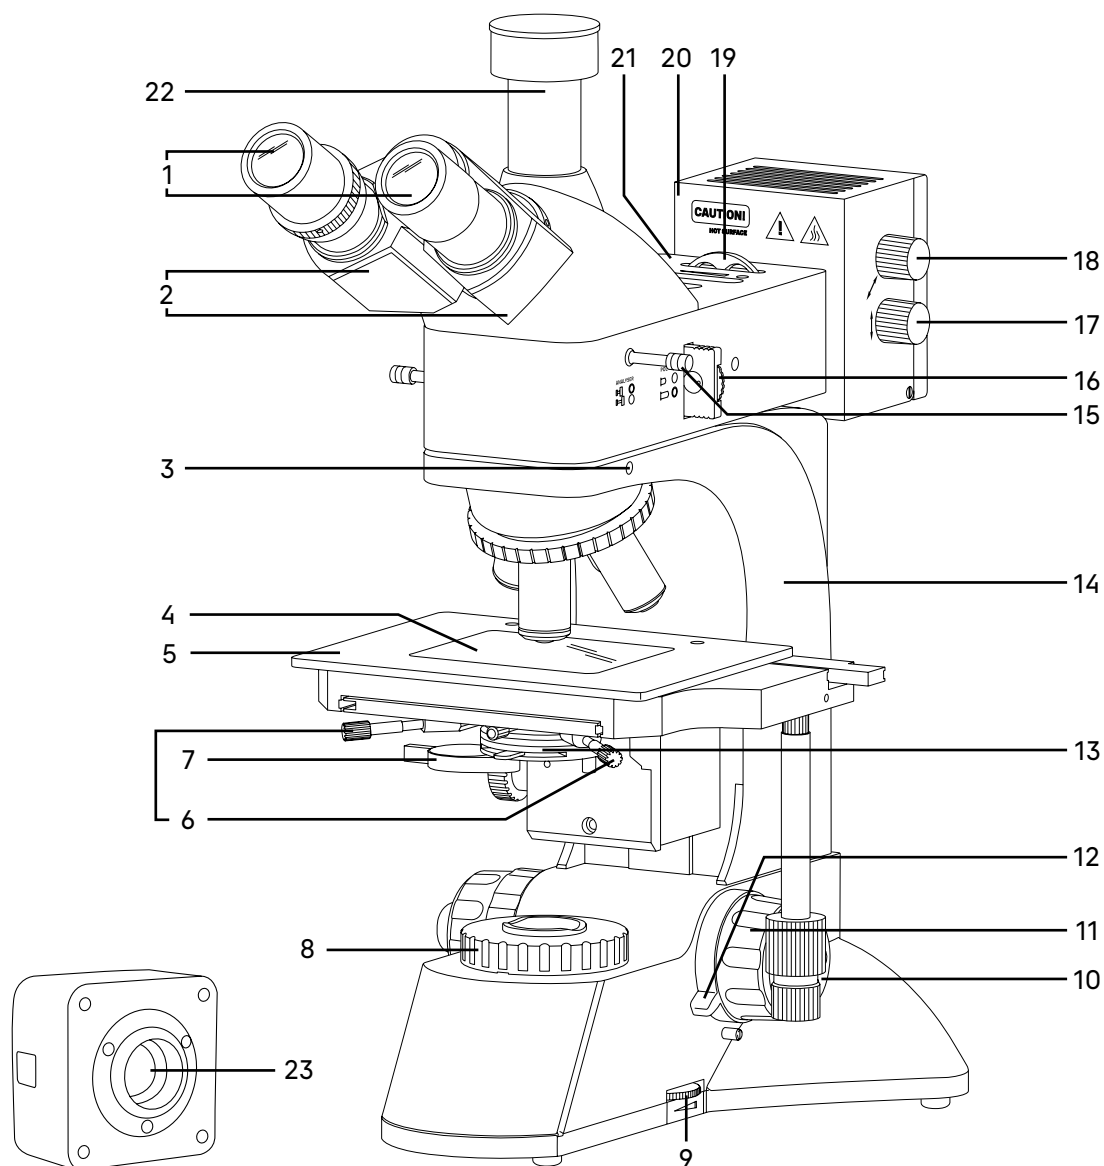
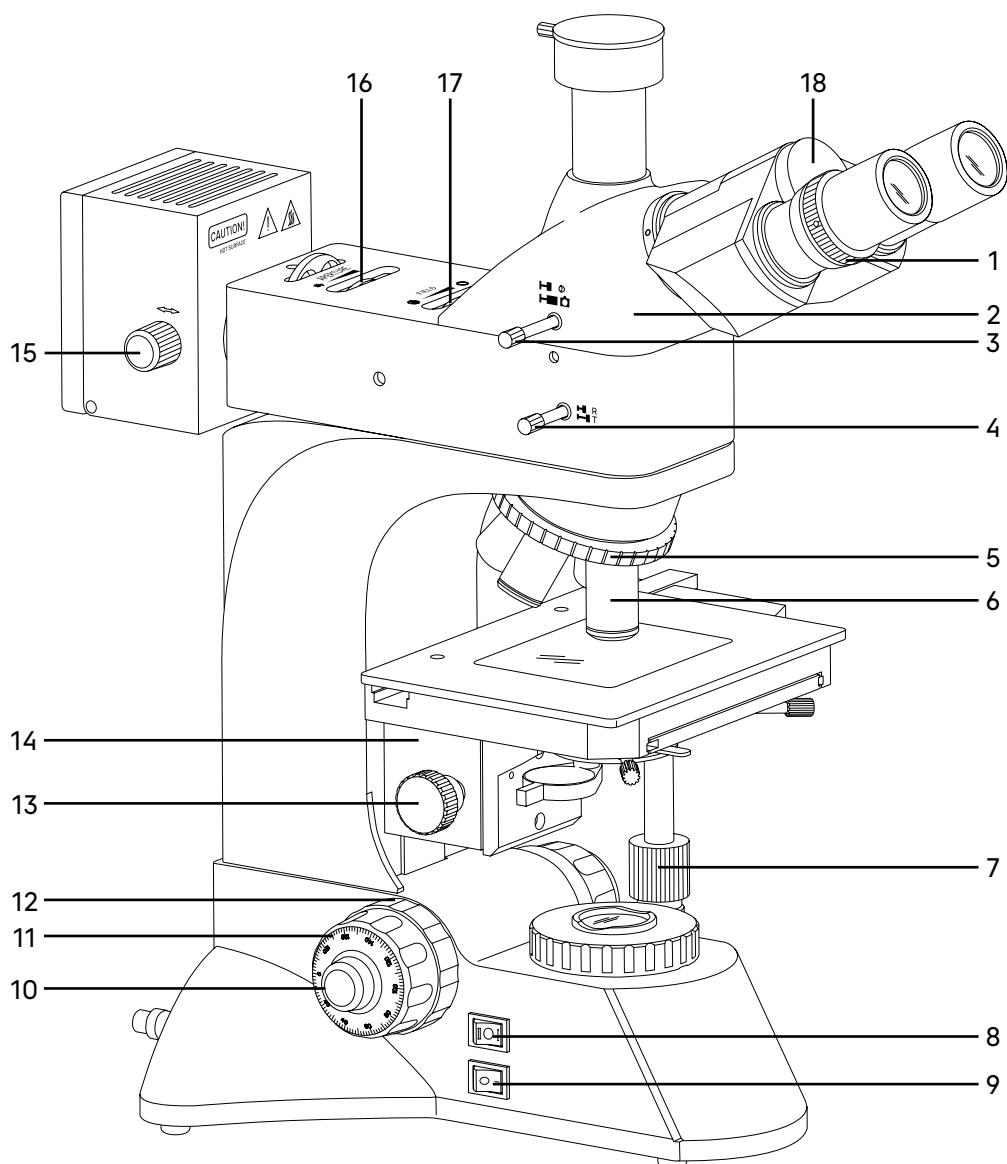

Рис. 1. Микроскоп MAGUS Metal D600. Вид справа
Рис. 2. Микроскоп MAGUS Metal D600. Вид слева
Общий вид микроскопа представлен на рис. 1, 2 и 3.
На штативе 14 (рис. 1) закреплены:
- револьверное устройство 5 (рис. 2) с объективами 6 (рис. 2);
- предметный столик 5 (рис. 1);
- кронштейн конденсора 14 (рис. 2).
На левой боковой поверхности основания расположен выключатель электропитания 9 (рис. 2). В положении «—» включается, а в положении «0» выключается сетевое напряжение.
Также на левой боковой поверхности основания расположен переключатель осветителя проходящего/отраженного света 8 (рис. 2). В положении «I» включается осветитель проходящего света, а в положении «II» включается осветитель отраженного света.
На правой боковой поверхности основания расположен диск регулировки яркости осветителя 9 (рис. 1).
Фокусировка на объект осуществляется перемещением по высоте предметного столика 5 (рис. 1). Грубая фокусировка производится вращением коаксиальных рукояток 11 (рис. 1 и 2), расположенных по обеим сторонам штатива.
Тонкая фокусировка производится вращением рукояток 10 (рис. 1 и 2), расположенных по обеим сторонам штатива. Тонкая фокусировка требуется для более точной фокусировки на объект и для подфокусировки микроскопа на резкость изображения при смене объективов.
Механизм регулировки жесткости хода грубой фокусировки 12 (рис. 2) – кольцо между штативом и рукояткой грубой фокусировки с левой стороны. С помощью кольца регулируется жесткость хода грубой фокусировки таким образом, чтобы жесткость была комфортной для пользователя, но при этом предметный столик не опускался самопроизвольно во время работы.
Механизм блокировки грубой фокусировки 12 (рис. 1) расположен с правой стороны. После завершения грубой фокусировки рекомендуется перевести рычаг в крайнее положение в направлении по часовой стрелке. Благодаря этому закрепится положение грубой фокусировки для быстрой рефокусировки после смены объекта.
Насадка 2 (рис. 2) обеспечивает визуальное наблюдение изображения объекта.
Изменение межзрачкового расстояния в насадке осуществляется разворотом окулярных тубусов 2 (рис. 1) в пределах 48–75 мм. Значение расстояния, установленного в соответствии с глазной базой наблюдателя, отсчитывается по шкале на визуальной насадке 18 (рис. 2).
Механизм диоптрийной подвижки на левом окулярном тубусе служит для компенсации аметропии глаз наблюдателя. Регулировка осевого положения окуляра производится кольцом 1 (рис. 2). Второй окулярный тубус насадки неподвижный.
В вертикальный тубус 22 (рис. 1) корпуса визуальной насадки (канал визуализации) для фиксации камеры (видеоокуляра) устанавливается переходник C-mount. Камера служит для вывода изображения на экран компьютера или монитор/телевизор. Переключение светового потока на вертикальный тубус производится рукояткой 3 (рис. 2). Рукоятка имеет два положения: 100/0 и 0/100.
В комплект микроскопа входят окуляры 1 (рис. 1). Окуляры имеют высокое положение выходного зрачка и предназначены для работы как в очках, так и без них.
Револьверное устройство 5 (рис. 2) обеспечивает установку пяти объективов 6 (рис. 2). Смена объективов производится вращением револьверного устройства за рифленую поверхность до фиксированного положения.
Двухкоординатный предметный столик 5 (рис. 1) обеспечивает перемещение объекта в двух взаимно перпендикулярных направлениях с помощью рукояток 7 (рис. 2), расположенных на одной оси.
Размеры предметного столика 210 мм x 140 мм. Диапазон перемещения предметного столика составляет 75 мм по оси X и 50 мм по оси Y. Стеклоплатная прозрачная вставка в предметный столик 4 (рис. 1) обеспечивает возможность работы с прозрачными и полупрозрачными объектами.
Конденсор 13 (рис. 1) установлен в кронштейн 14 (рис. 2) под предметным столиком микроскопа. Тип крепления конденсора – «под винт». Перемещение конденсора вдоль оптической оси микроскопа осуществляется с помощью рукоятки перемещения кронштейна конденсора 13 (рис. 2), расположенной слева от наблюдателя под столиком микроскопа. Диапазон перемещения конденсора – не менее 13 мм.
Центрировка конденсора в оптической оси осуществляется двумя винтами 6 (рис. 1).
Апертурная диафрагма регулируется (открывается/закрывается) рукояткой на конденсоре 13 (рис. 1). Для достижения наилучшего качества изображения рекомендуется прикрывать апертурную диафрагму конденсора светлого поля приблизительно на 1/3 диаметра выходного зрачка объектива.
К корпусу конденсора светлого поля снизу крепится оправа с откидной линзой 7 (рис. 1), которая используется для улучшения освещения и получения более четкого изображения объекта. При работе с объективом малого увеличения 4x рекомендуется вводить ее в ход лучей.
Питание лампы осуществляется от сети переменного тока через источник электропитания, расположенный внутри штатива. Включение осветителя осуществляется с помощью выключателя 9 (рис. 2) и переключателя 8 (рис. 2). Регулировка яркости осуществляется диском 9 (рис. 1).